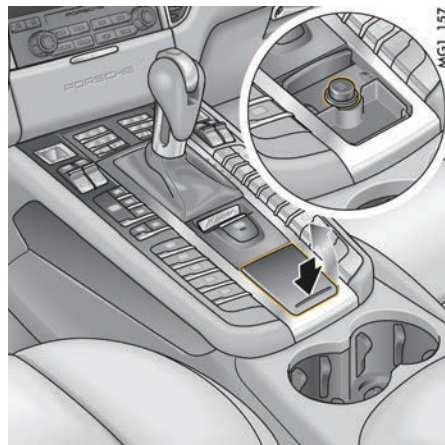
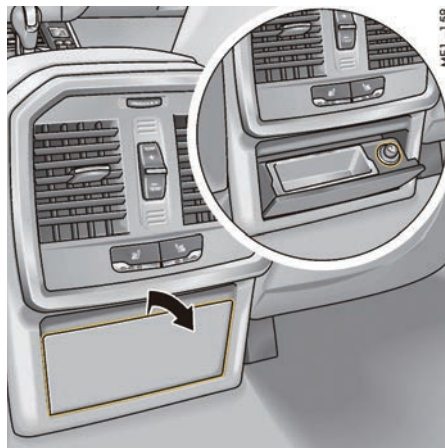

图 201: 前方点烟器
图 202: 后点烟器
1. 点按烟灰缸护盖前部并且打开后烟灰缸（图 201、图 202、**箭头**）。
2. 将柄部按入插座内（图 201、图 202）。加热元件变热后，点烟器会弹回到其初始位置。